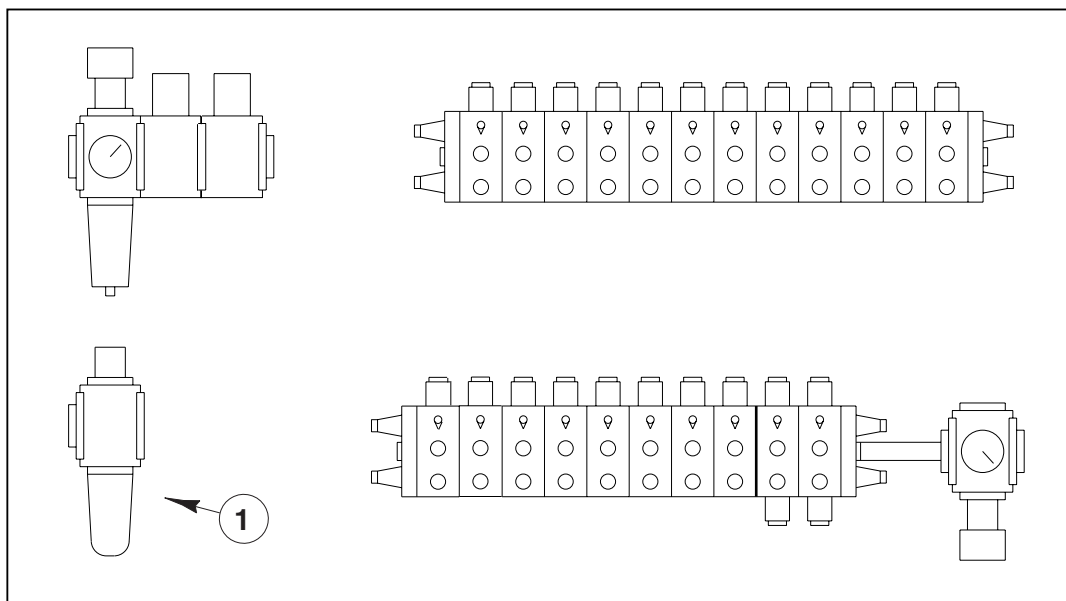

Fig. 7.5
- Controle el nivel del aceite en el grupo filtroreductor (*Pos.2, Fig.7.5*).